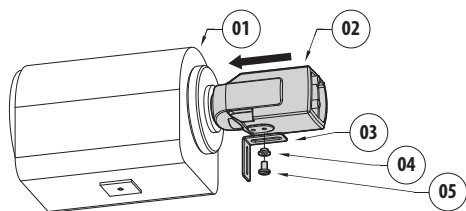

Рис. 9
Можно прикрепить распорку Н-20 (02) к объективу. Подключите телекамеру и прикрепите L-кронштейн (Рис. 9, страница 15). Вставьте пластмассовую распорку (01) нужной толщины и зафиксируйте ее с помощью шайбы и винта (03).